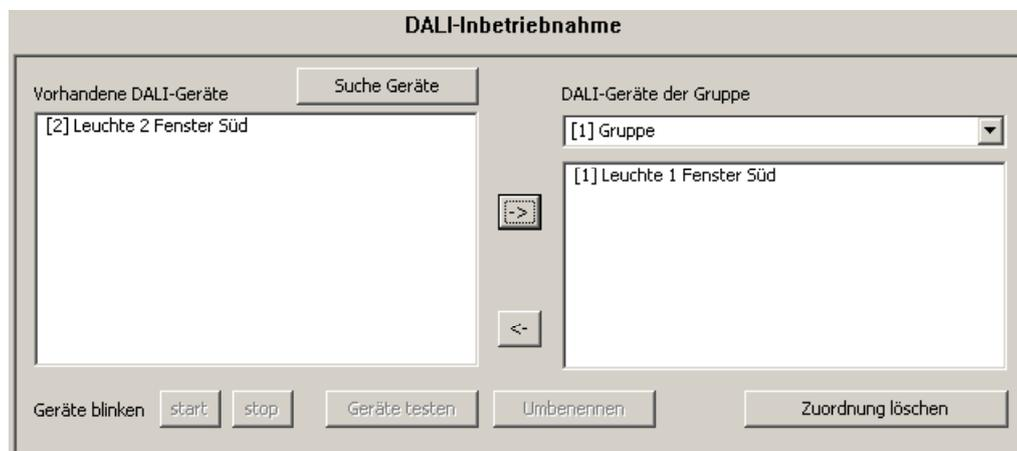

Fig. 40: Affecter l'appareil d'éclairage à un groupe
- Affecter un ou plusieurs appareils d'éclairage DALI existants au groupe. Les appareils d'éclairage affectés sont supprimés de la liste dans la partie de gauche et apparaissent dans la partie de droite pour le groupe sélectionné (voir Fig. 40).